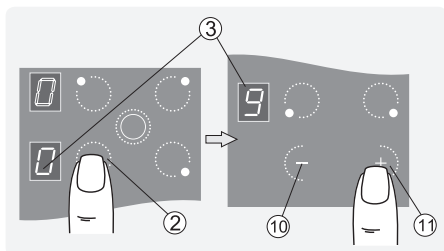

Рис.8
1. Коснуться зоны ② с обозначением выбранной конфорки, после чего конфорка перейдет в режим управления. В соответствующем окне индикации мигает «0» (рис.8).